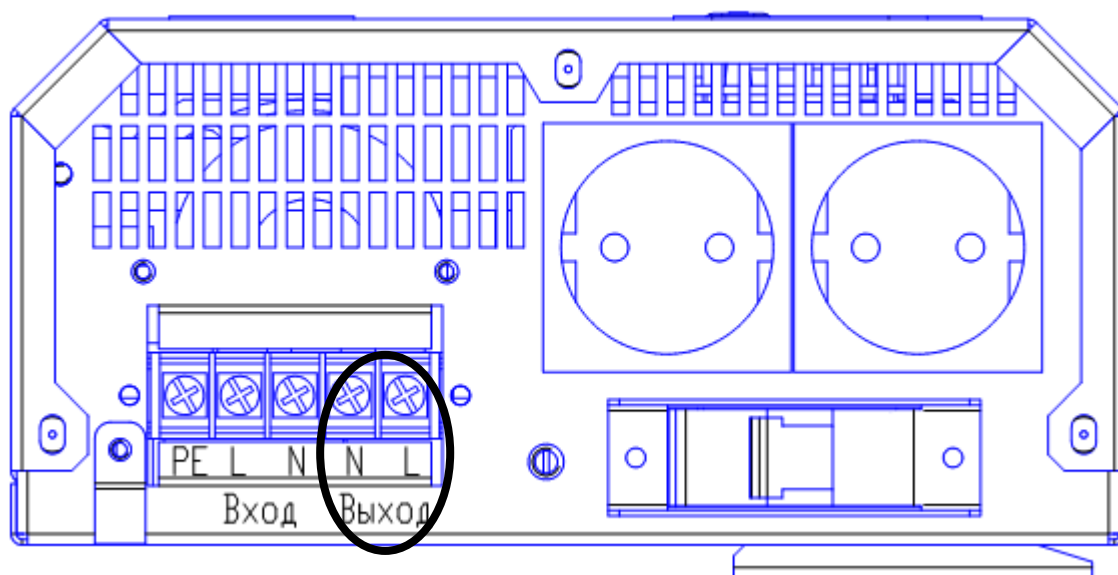

Рисунок 3.3 – Стабилизатор ИнСтаб IS2500 и ИнСтаб IS3500.
9.2) для моделей **ИнСтаб IS2500 и ИнСтаб IS3500** к розеткам «Выход ~220В», расположенным на боковой панели стабилизатора, а так же к клеммной колодке «Выход N-L» (см. рисунок 3.3).